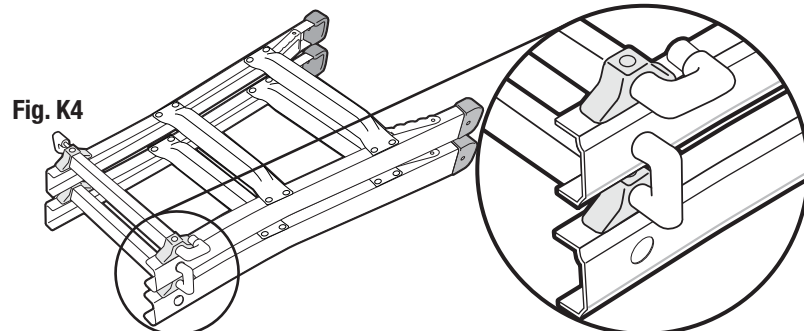

Fig. K4
4. Placez la deuxième unité extérieure de l'échelle (avec les échelons orientés vers le haut) au-dessus de la première unité extérieure de l'échelle. Faites pivoter les goupilles de verrouillage du rail sur l'unité extérieure de l'échelle inférieure dans les ports de l'unité extérieure de l'échelle supérieure. (Fig. K4).